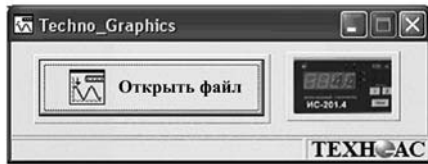

Рис.12
8.1 Запустить программу TG . Открыть файл "Techno Graphic.exe". После чего появится диалоговое окно (рис. 12)